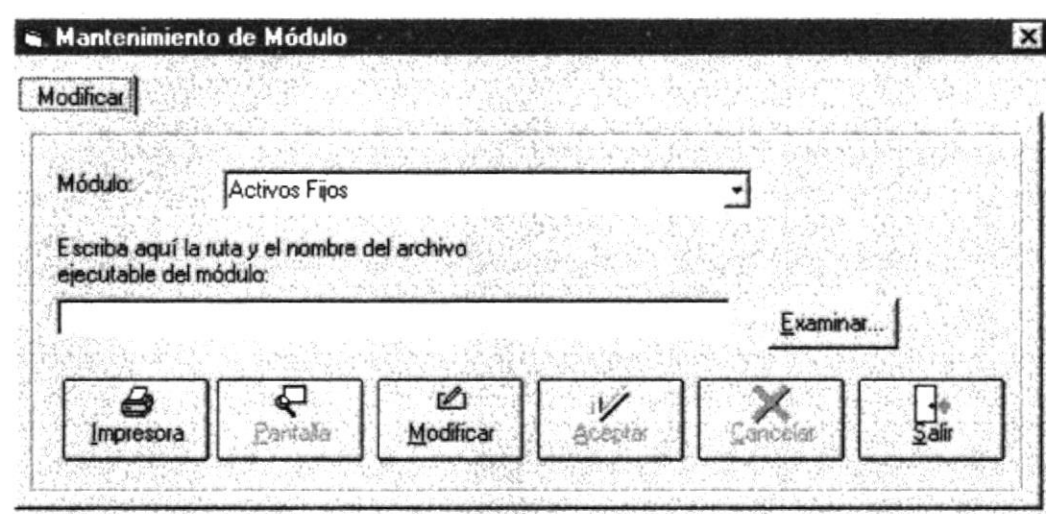

Figura 12.14. Ventana mantenimiento de módulos.
1. Debe hacer click en el menú **Entradas** del menú principal, y elija la opción **Módulos**, si no posee Mouse, debe dirigirse pulsando la tecla **ALT** y la letra subrayada, y con el teclado de cursor o flecha de arriba o abajo, ubíquese en la opción deseada. A continuación se presenta la ventana de mantenimiento de Módulos (Ver Figura 12.14.)